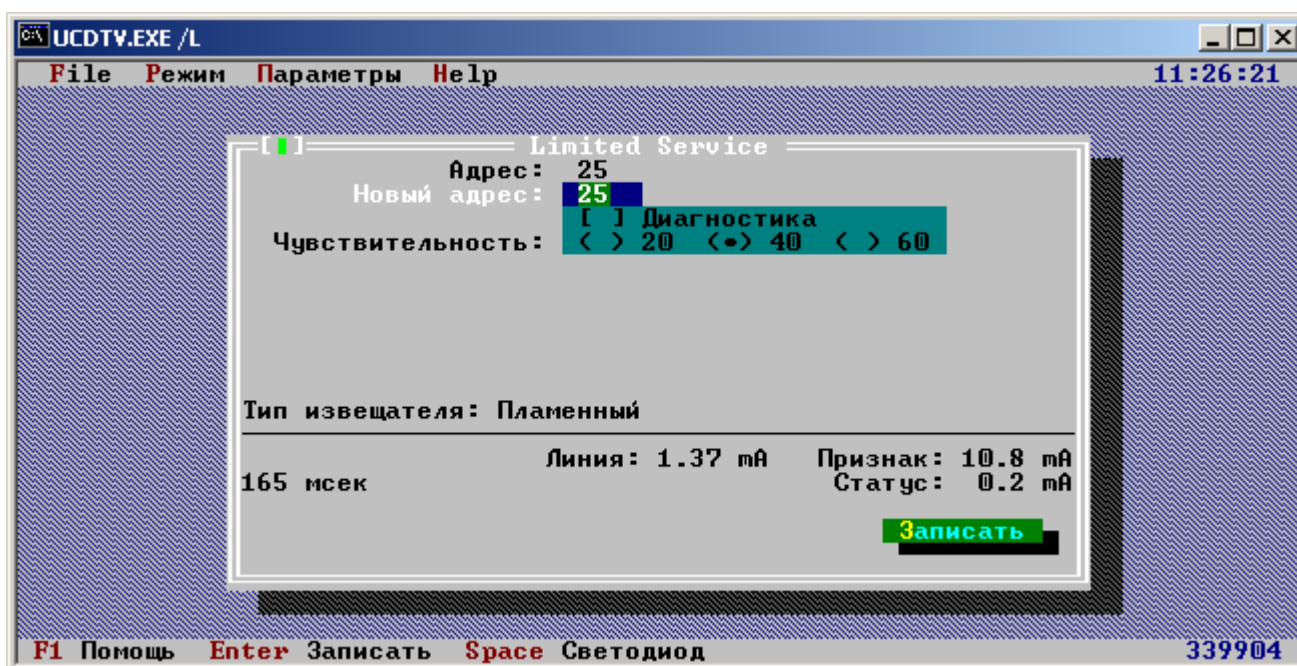

Рис.11. Диалоговое окно изменения параметров блока ИППА, СППТА
6.1.13 Для извещателей ИППА, СППТА существует возможность (не во всех версиях БПИ) включить или отключить диагностику чувствительного элемента, а также выбрать его чувствительность 20-высокая, 40-средняя или 60-низкая (рис.11).